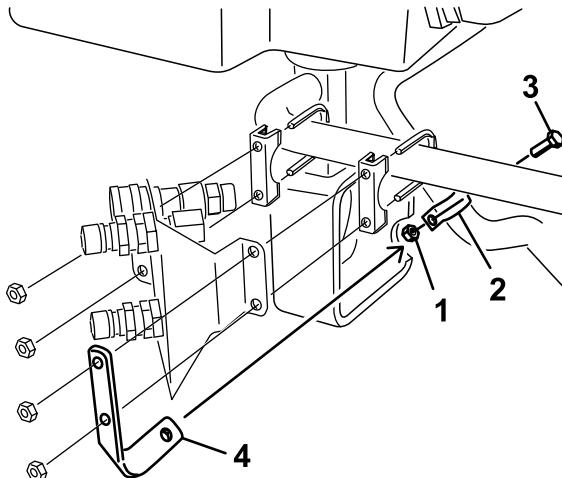

図 28
6. 図28に示すように太い油圧ホースにRクランプを取り付ける。
7. リテーナブラケットにRクランプを取り付けるボルト1本5/16 x 7/8インチとナット5/16インチを使用する図28を参照。